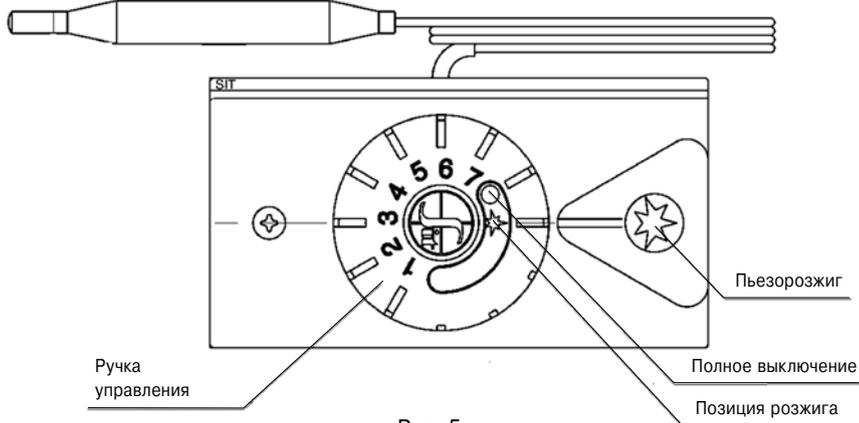

Рис. 5.
**Для котлов мощностью от 7,5 до 20 кВт с газогорелочным устройством на основе итальянской автоматики «630 EUROSiT» и инжекционной горелки Polidoro. (см. рис. 5)**